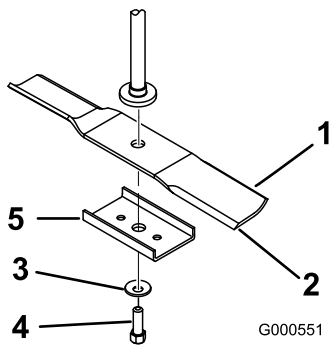
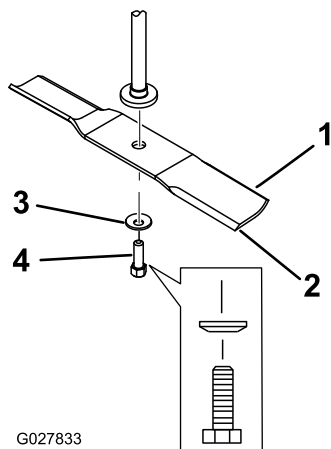

Figura 53
Figura 54
2. Retire o esticador da lâmina (apenas plataformas de 81 cm), o parafuso da lâmina, a anilha curva e lâmina do eixo (Figura 53 e Figura 54).
- Instale lâmina no eixo (Figura 54).
- Instale o esticador de lâmina (apenas plataformas de 81 cm), a anilha curva (lado oval virado para a lâmina) e o parafuso da lâmina (Figura 54).